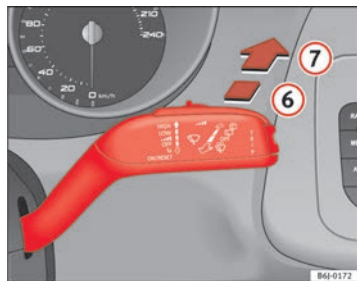

Abb. 62 Scheibenwischer- und Scheibenwaschhebel Heckscheibenwischer
- Drücken Sie den Hebel nach vorne in Raste **6** ⇒ Abb. 62. Der Wischer arbeitet etwa alle 6 Sekunden.
- Drücken Sie den Hebel ganz nach vorne in die Position **7** ⇒ Abb. 62. Die Waschanlage und der Scheibenwischer arbeiten gleichzeitig. Solange Sie den Hebel in dieser Position halten, arbeiten der Heckwischer und die Waschanlage.